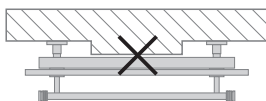

Рис. 12
4.8. Запрещается устанавливать дизайн-радиатор так, чтобы уменьшалось расстояние зазора между нагревательной панелью и стеной (рис. 12).